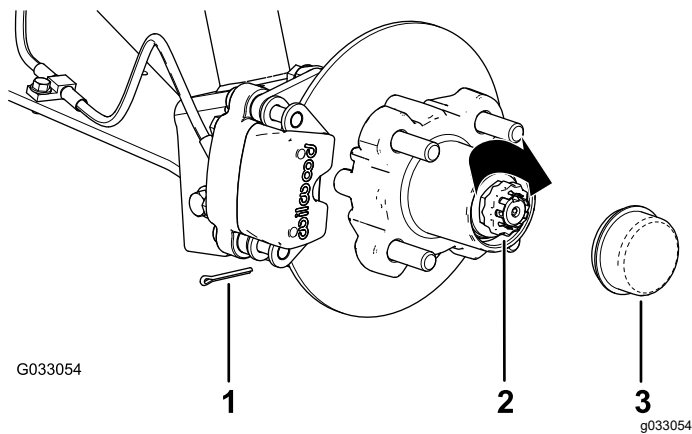

Figure 35
8. Placez le frein d'écrou sur l'écrou et vérifiez que la fente du frein d'écrou et le trou dans la fusée sont alignés et permettent d'insérer la goupille fendue (Figure 35).
9. Insérez la goupille fendue et repliez chaque jambe autour du frein d'écrou (Figure 35).
10. Reposez le couvre-moyeu sur le moyeu (Figure 35).